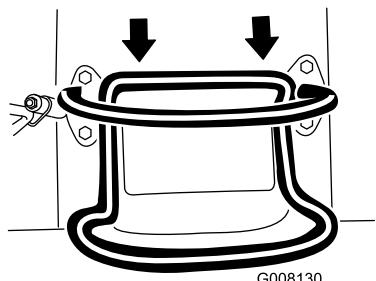

Bild 9
- Bewegen Sie den Fahrantriebshebel nach hinten, um rückwärts zu fahren (Bild 9). **Schauen Sie beim Rückwärtsfahren nach hinten und achten Sie auf**